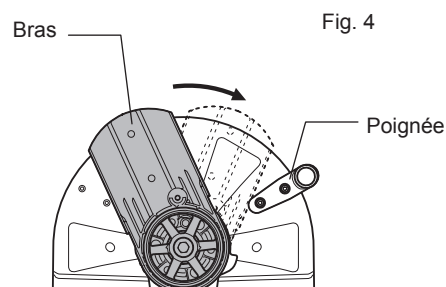

Fig. 4
- Faites pivoter le bras jusqu'à ce qu'il entre en contact avec la poignée, puis remontez manuellement l'arbre de verrouillage en position d'origine. (Fig. 4)